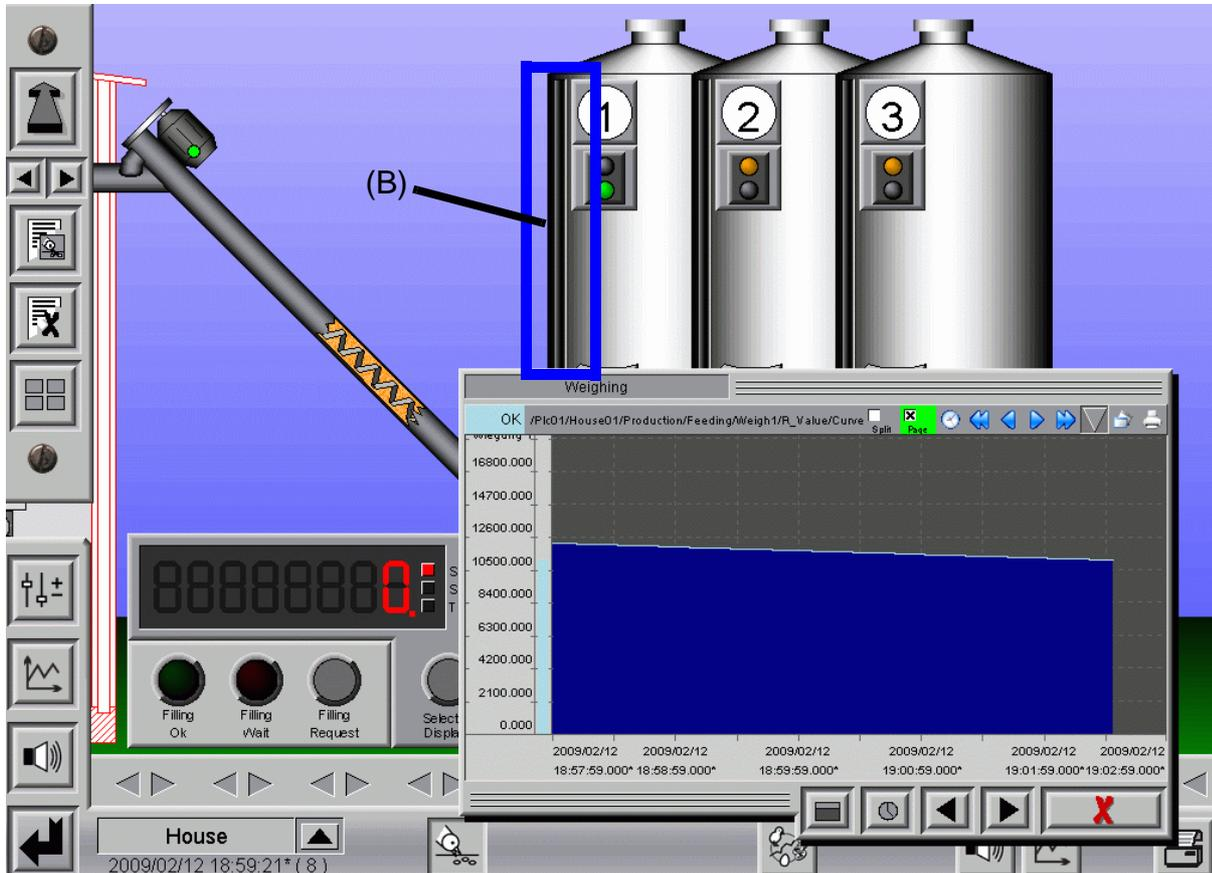

Ilustración 8-14: Vista de curva pesaje
La ventana marcada en azul (B) en la ilustración 8-14 da la posibilidad de una valoración sencilla del contenido actual del silo.